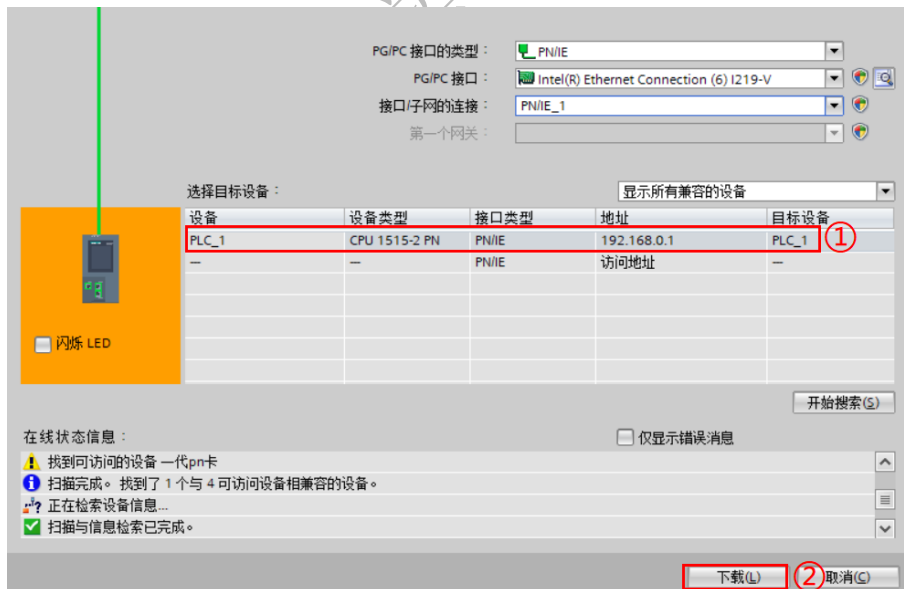

图 3.14 下载 PLC 组态配置（三）
- 3) 在扩展的下载到设备界面中，从可访问设备中选中对应的设备，点击【下载】按钮进行下载程序，如图 3.14 所示。